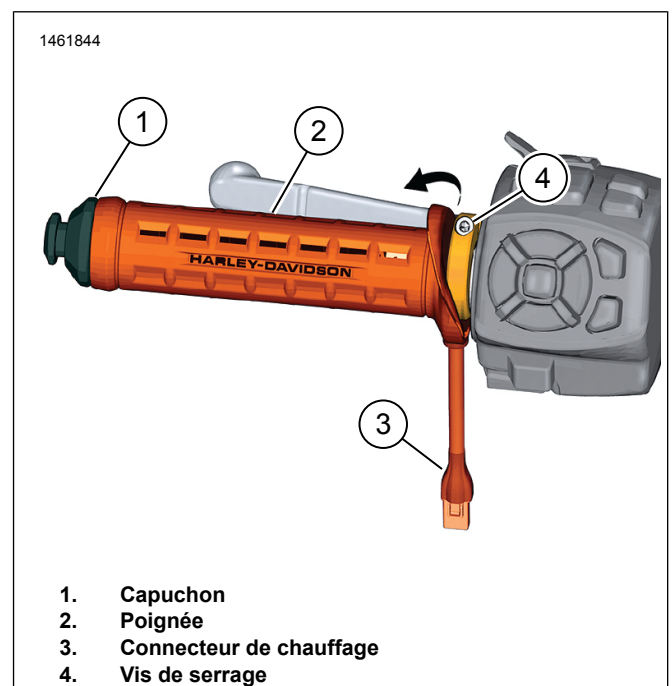
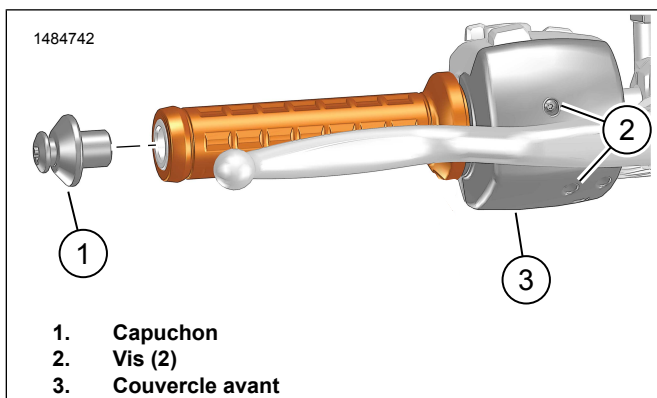

Figure 2. Poignée côté gauche (typique)
Figure 4. Couvercle avant (côté droit illustré)
1. Voir la Figure 2. Retirez le capuchon (1).
2. Voir la Figure 2. Retirez la poignée (2).
- a. Desserrez la vis de serrage (4).
- b. Voir la Figure 4. Retirez le couvercle avant (3).
2. Voir la Figure 4. Retirez le couvercle avant (3).
1. Voir la Figure 2. Installez la poignée.
- a. Placez la poignée (2) en position.
- b. Serrez les vis de serrage (4).
3. Voir la Figure 4. Connectez la poignée chauffante.
- b. Voir la Figure 4. Placez le couvercle avant (3) en position.
- c. Serrez les vis (2). 0,6–0,9 N·m (5–8 in-lbs)
2. Voir la Figure 2. Installez le capuchon (1). Serrer.
4. Voir la Figure 4. Placez le couvercle avant (3) en position.
5. Serrez les vis (2).